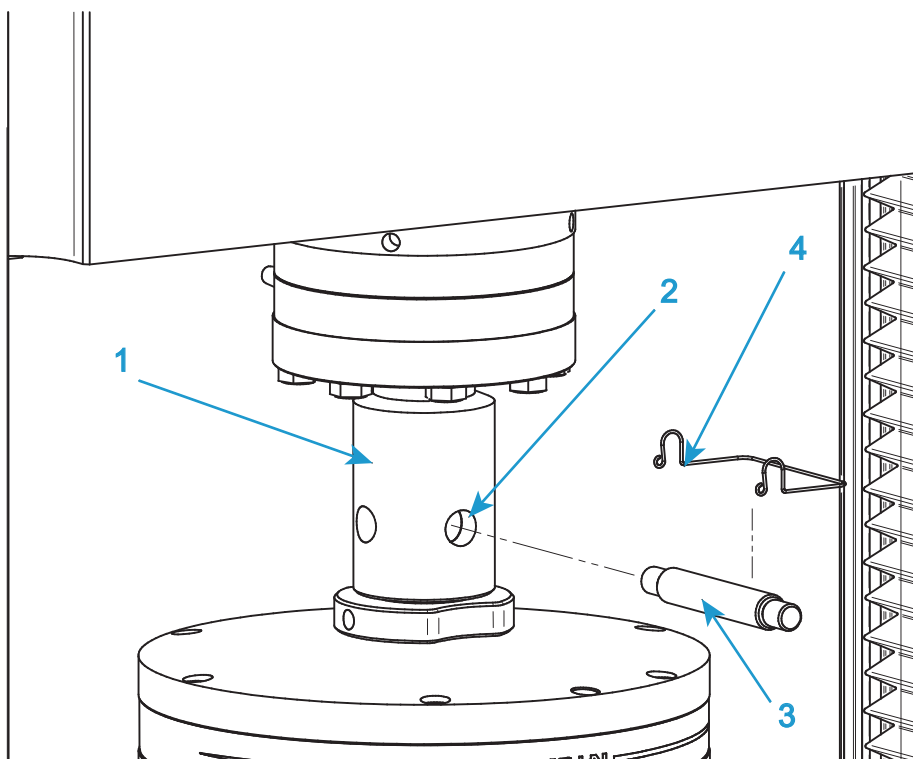

Figure 22. Installation de mâchoire classique
Consultez Figure 22 à la page 94 lorsque vous suivez cette procédure.
1. Pour la mâchoire supérieure, insérez l'adaptateur de la mâchoire dans le connecteur femelle à broche (1 dans la Figure 22) de l'adaptateur de capteur de force.
2. Alignez les trous de broche (2 dans la Figure 22) et insérez la broche (3 dans la Figure 22) par les trous.
3. Fixez la broche en position par la goupille de broche (4 dans la Figure 22).